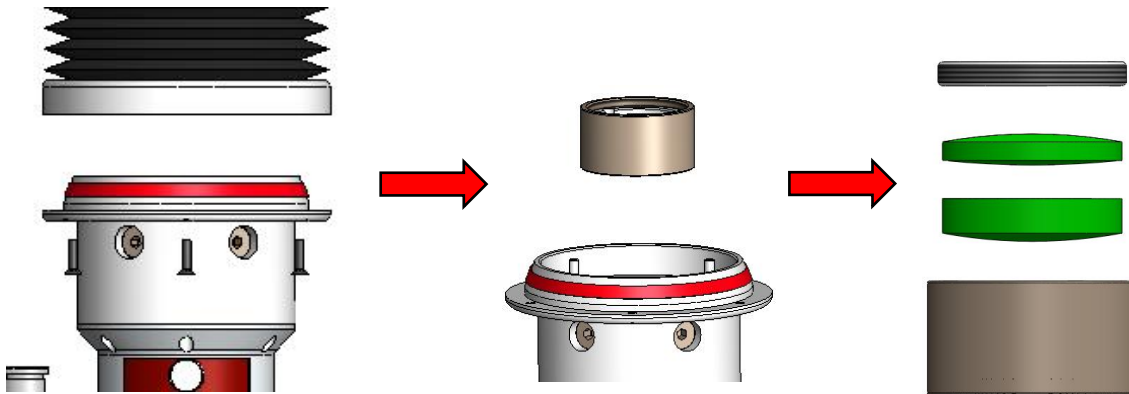

图4.2
① 如下图4.2所示，将聚焦镜筒放置组件同传感器组件一起取下，使用3mm内六角扳手将调中螺丝拧松，取出聚焦镜座后退出镜片压圈，将镜片取出与跟换。